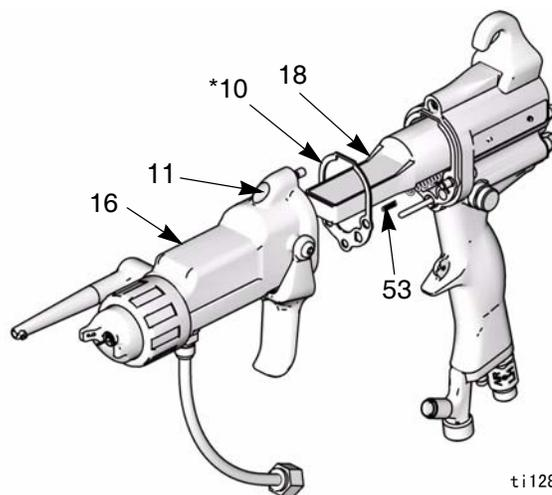

图 17. 安装枪筒
1. 确保垫片 (10*) 和接地弹簧 (53) 都已就位。确保空气孔都正确对准。若已损坏可将其更换。见图 17。
2. 将枪筒 (16) 放到供电电源 (18) 上方并放到喷枪手柄 (17) 上。
3. 对角并均匀地拧紧三个螺钉 (11) (妥贴后大约再拧半圈)。